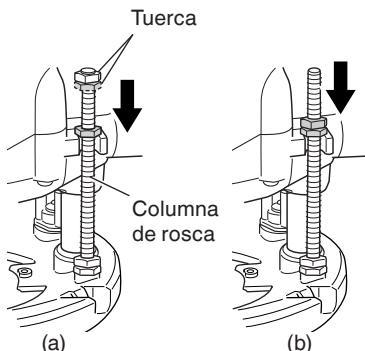

Fig. 6
- ④ Apriete el perno de mariposa. Alinee el indicador de profundidad con la graduación "0" de la escala.
- ⑤ Afloje el perno de mariposa y levántelo hasta que el indicador se alinee con la graduación representando la profundidad de corte deseada. Apriete el perno de mariposa.
- ⑥ Afloje la palanca de cierre y presione el cuerpo de la herramienta hacia abajo hasta que el bloque del dispositivo de ajuste alcance la profundidad de corte deseada.
- (2) Como se muestra en la Fig. 6 (a), aflojando las dos tuercas de la columna roscada y moviéndolos hacia abajo, podrá desplazar hacia abajo la posición del extremo de la broca cuando haya aflojado la palanca inmovilizadora. Esto será muy útil para mover la fresadora vertical a fin de alinear la broca con la posición de corte. Como se muestra en la Fig. 6 (b), apriete las tuercas superiores e inferiores para asegurar la profundidad de corte.